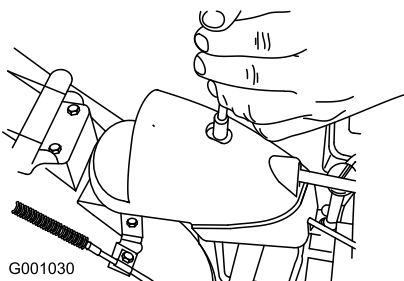

Bild 46
1. Nehmen Sie die Befestigung an der Getriebeabdeckung ab (Bild 46), heben Sie die Abdeckung vorne hoch und schieben Sie sie nach hinten.